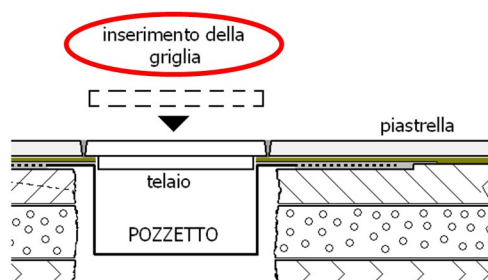

Fig. 9: inserimento della griglia nel telaio portagriglia
- inserire la griglia in plastica o acciaio nell'apposito portagriglia (vedi Fig. 9);